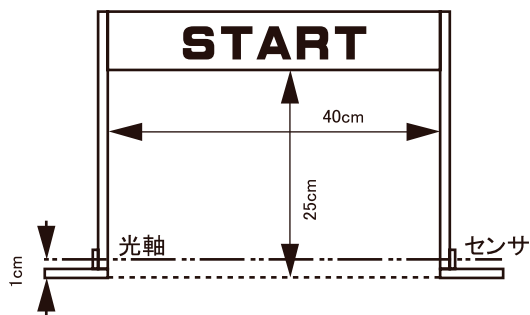

図5 スタート・ゴールゲート
8. スタートライン及びゴールライン上のセンサについて(図 5 に示されている)